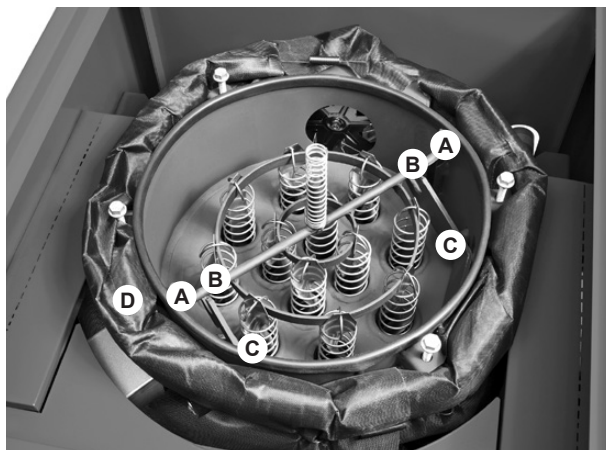

Bild 09
6. Nachfolgende Teile (Bild 09) mit Haftschrifert schmieren:
- Führungsschienen (A)
- Kontaktstellen Hebel-Formrohr (B)
- Hebeldrehpunkte (C)
- Exzentrerscheibe (D)